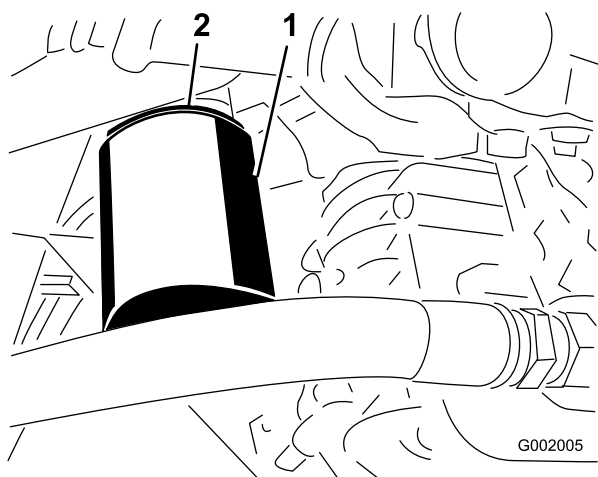

Figura 66
- Togliete il filtro (Figura 66).